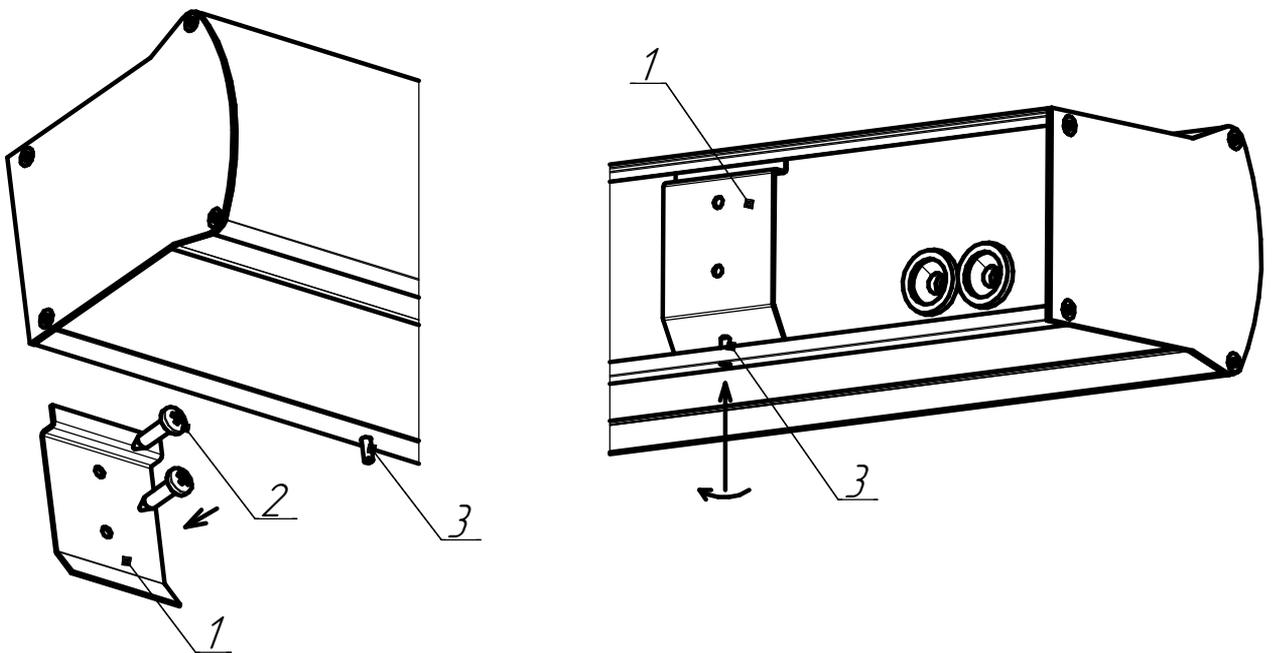

Рисунок 3 - Схема установки светильников
5.4 При помощи саморезов (поз. 2, рисунок 3) закрепить скобы крепления (поз. 1, рисунок 3) на опорной поверхности. Установить светильник на скобы и закрепить установочным винтом
(поз. 3, рисунок 3) Установите рассеиватель, закрутите винты на торцевой части.